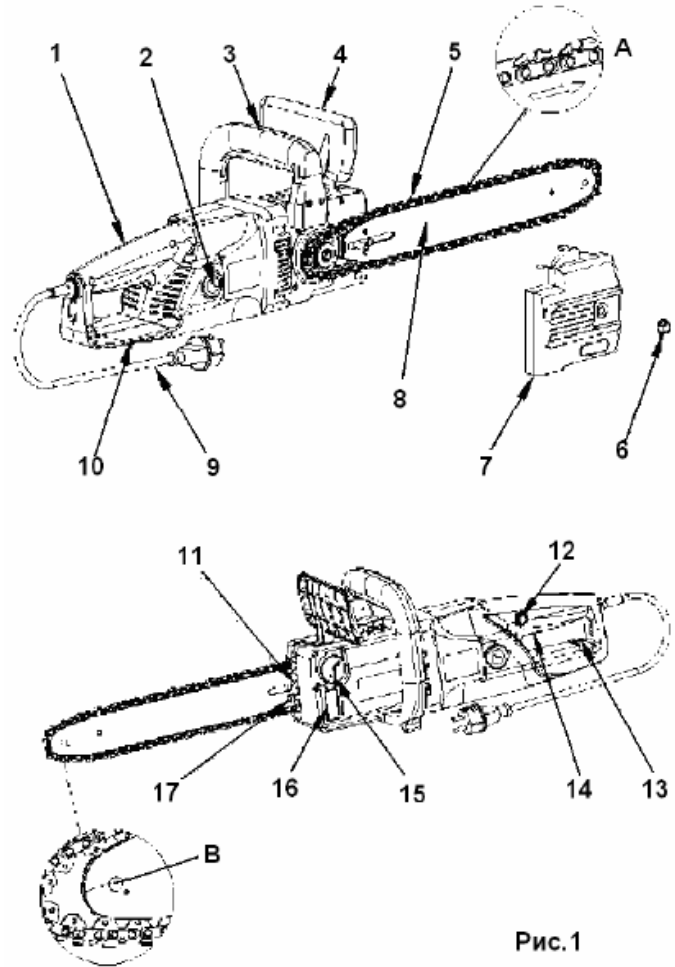
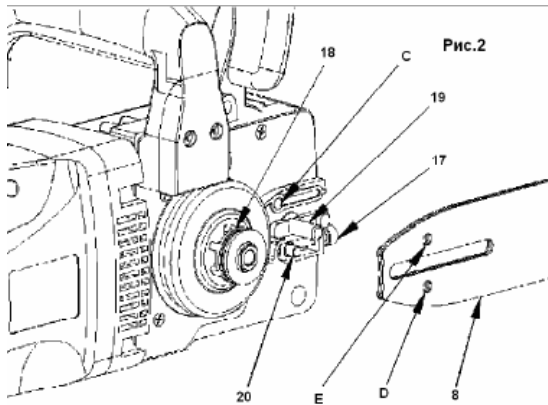

Рис.1
Рис.2
Если вы видите следы масла на цепи , то пила работает нормально. Если на цепи масло отсутствует, то прочистьте масловыпускное отверстие (Рис.2), верхнее отверстие шины и шланг подачи масла, или обратитесь в сервисный центр.
Направляющая шина и пильная цепь поставляются отдельно (в разборном виде). Сначала открутите крепежный винт (6 Рис.1) и снимите крышку, закрывающую натяжной механизм направляющей шины пилы (7 Рис.1). Нижний болт натяжения (20 Рис.2), должен находиться по центру прорези направляющей шины. Если необходимо, более точно отрегулируйте натяжение цепи с помощью винта (17 Рис.2).
Всегда используйте специальные перчатки для защиты рук при монтаже цепи, проверке натяжения, сборке и разборке. Перед монтажом цепи на направляющую шину, проверьте направление режущих зубцов цепи (заточенная сторона зубцов). Направление движения цепи, указано на крышке (7) (Рис 3). Для того, чтобы определить направление пиления, если необходимо, переверните ее (5). Надевая цепь на шину, держите пилу с направляющей шиной (8) вертикально, концом шины вверх (5). Монтаж цепи начинайте с наконечника шины (8). Монтаж цепи на шину начинайте следующим образом: Установите направляющую шину с пильной цепью на болт (19) и на болт регулировки натяжения цепи (20). Наденьте цепь на звездочку (18) Проверьте еще раз правильное направление установки цепи (См. Рис. 1). Наденьте крышку (7 Рис.1), и закрутите крепежную гайку (6 Рис.1) гаечным ключом. Теперь цепь смонтирована на направляющую шину правильно.
Убедитесь, что цепь (5) находится в пазе направляющей шины (8) (Рис.1 а). Используя шестигранный ключ, поверните винт регулировки натяжения цепи (17) по часовой стрелке до тех пор, пока цепь не будет правильно натянута. Во время затягивания винта (20), направляющую шину необходимо держать вертикально вверх. Проверьте натяжение цепи еще раз (См. Рис. 3). Не натягивайте цепь очень туго. В холодную погоду цепь должна приподниматься от направляющего бруска приблизительно на 5 мм. Затяните туго контргайку (6).